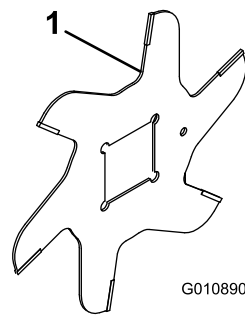

図 12
1. リール刃を組み付ける 図 12。
4. 次のブレードを右に1/6回転ずらして、つまり、合い印が面一枚分右にずれるようにして、取り付ける 図 12。